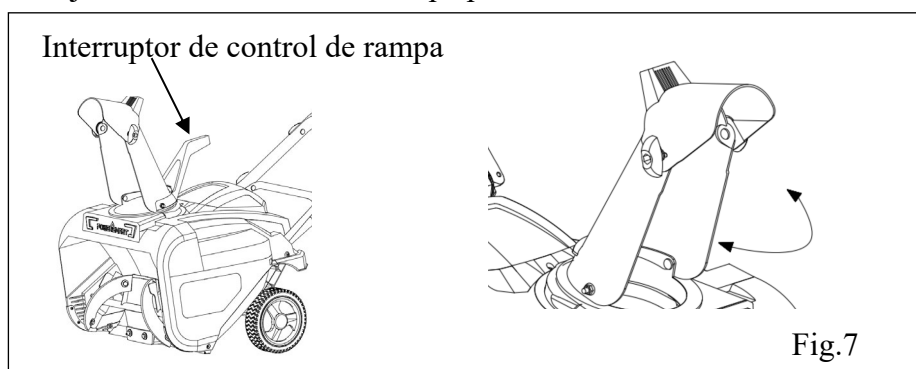

Fig.7
1. Puede ajustar la dirección de la rampa presionando el botón de control de la rampa en el panel. (Fig.7)